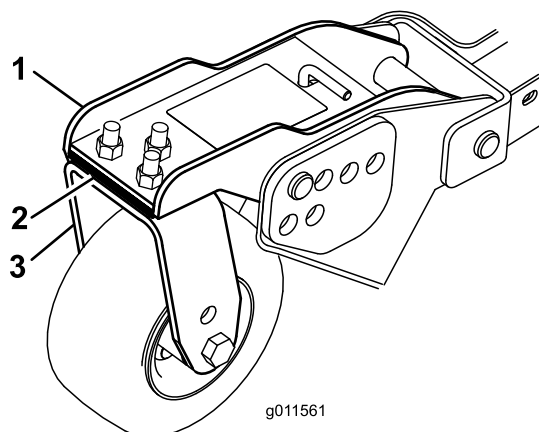

Рисунок 30
- Отрегулируйте количество 3-миллиметровых регулировочных прокладок на рычаге (рычагах) передних поворотных колес так, чтобы высота скашивания соответствовала указанному на наклейке значению (Рисунок 30).
3. Если внутренняя кромка бокового режущего блока находится слишком высоко по отношению к наружной кромке переднего режущего блока, снимите одну регулировочную прокладку с нижней части рычага переднего внутреннего поворотного колеса на боковом режущем блоке (Рисунок 30).